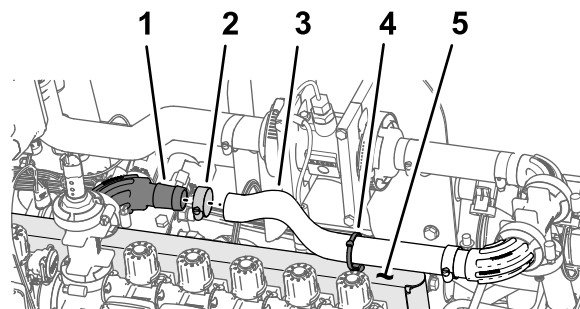

Figure 112
1. Engagez le flexible (1" x 16") sur le raccord à bride à 90° (1"), comme montré à la Figure 112.
2. Fixez le flexible au raccord à bride avec un collier (Figure 112).
3. Passez le serre-câble/fixation à pression dans le trou au sommet du support de vannes, comme montré à la Figure 112.
4. Fixez le serre-câble/fixation à pression (Figure 112) autour du flexible (1" x 16").